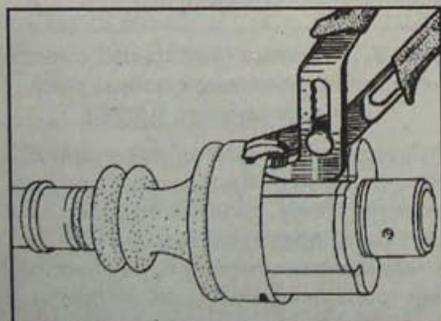

Рис. 8.21. Использование плоскогубцев для расчехлочки кожуха шарнира равных угловых скоростей
- Плоскогубцами расчехлите кожух в трех местах (рис. 8.21).